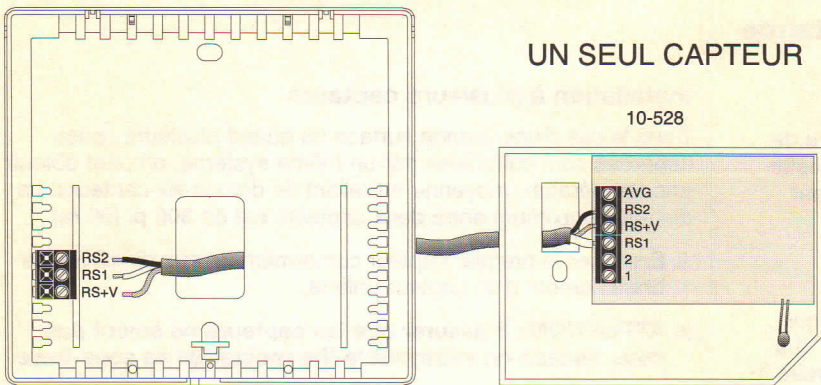

Figure 1
7. Dénuder les trois conducteurs sur 1/4 po (5 mm), du côté du capteur à distance. Les brancher aux bornes identifiées RS2, RS+V et RS1. Rentrer tout excédent de fil dans la cavité murale. Sceller l'ouverture autour du câble pour éliminer tout courant d'air qui pourrait affecter le capteur. (Voir la figure 1.)